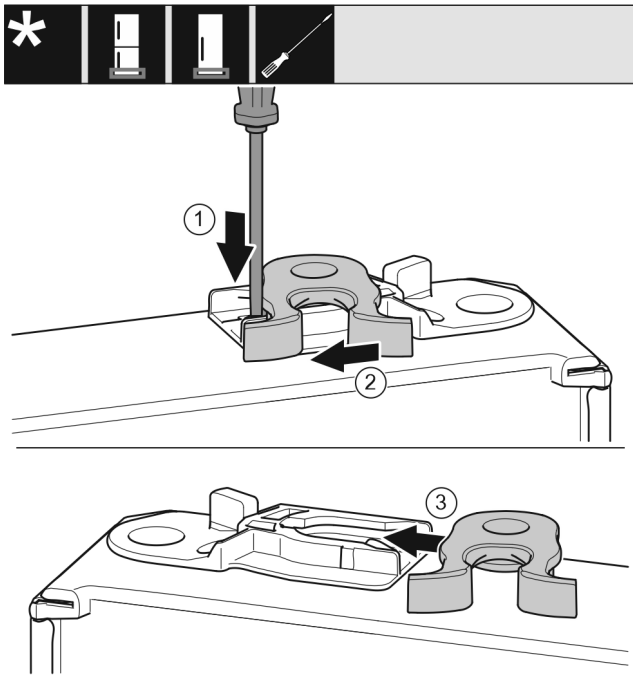

Fig. 24 *
- ▶ Pousser la languette Fig. 24 (1) vers le bas avec un tournevis plat.*
- ▶ Retirer la gâche Fig. 24 (2) du guide.*
- ▶ Pousser la gâche Fig. 24 (3) de l'autre côté dans le guide.*